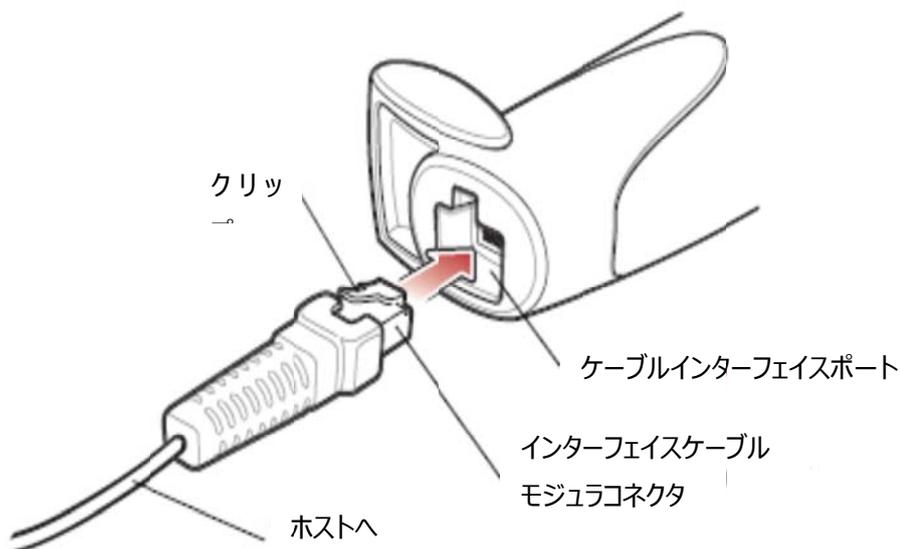

図 1-1
1. USB ケーブルモジュラコネクタをイメージスキャナハンドルの下にあるケーブルインターフェイスポートに差し込んでください。図 1-1 を参照。